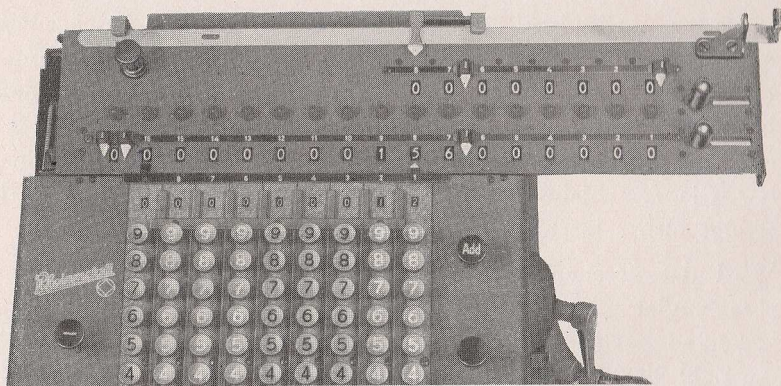

Abbildung 6
Beispiel 1: s. Abb. 6	$156 : 12 = 13$ <div style="display: flex; justify-content: space-around; font-weight: bold;"> (Divident) (Divisor) (Quotient) </div>
Lösung: Die Lösung ist die gleiche wie bei dem Beispiel 1, jedoch zeigt der Divisor (Abbildung 6) 12,65, der Dividend 3454,3400000. Nach Einstellung dieser beiden Faktoren und Festlegen der zugehörigen Kommas wird die schon oben erläuterte Subtraktion $7-2=5$ vorgenommen und das so bestimmte Komma im Quotientenwerk eingesetzt. Jetzt wird wieder die Minustaste (20) eingerastet, und die nun folgende Durchführung der Division ist genau so einfach wie bei Behandlung der in Aufgabe 1 gegebenen kleinen Zahlen. Ergebnis: 273,07035.